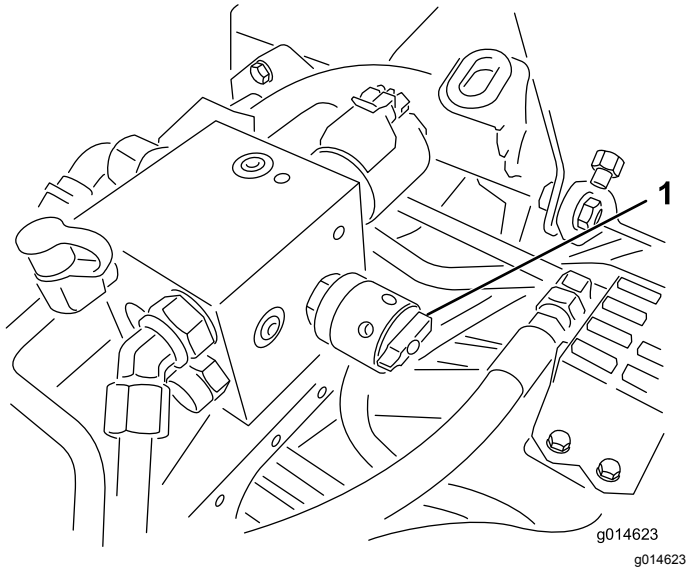

Bild 51
4. Drehen Sie zum Einstellen der Spindeldrehzahl das Handrad (Bild 51), bis die Anzeigepfeile auf die Nummer zeigen, die der gewünschten Einstellung entspricht, die Sie in Schritt 3 ermittelt haben.